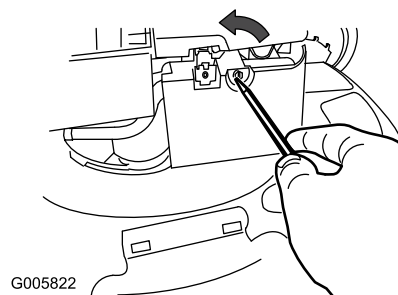

Figure 22
1. Ouvrez le couvercle du filtre à air avec un tournevis (Figure 22)